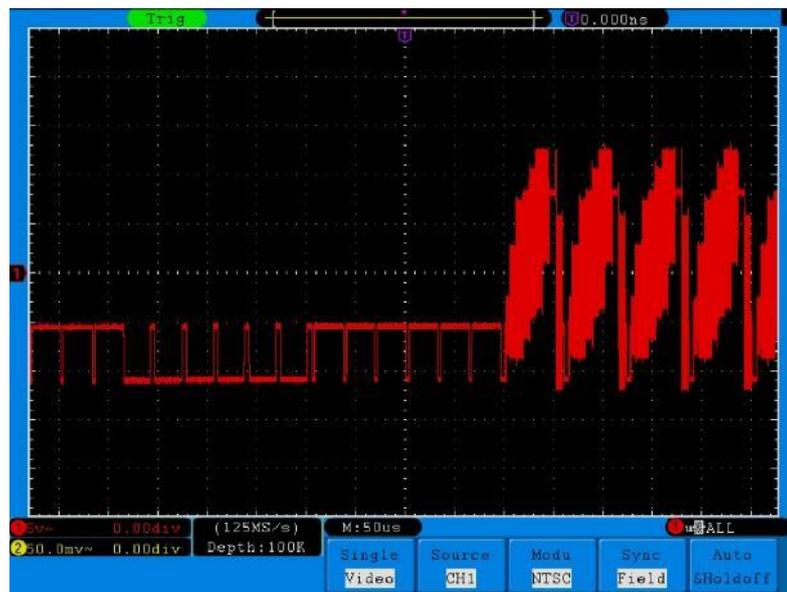

Fig. 85 Forma d'onda catturata dal trigger del campo video
11. Agire sulle manopole di regolazione **VOLTS/DIV**, **POSIZIONE VERTICALE** e **SEC/DIV** per visualizzare la forma d'onda di conseguenza (vedere la Fig. 85).